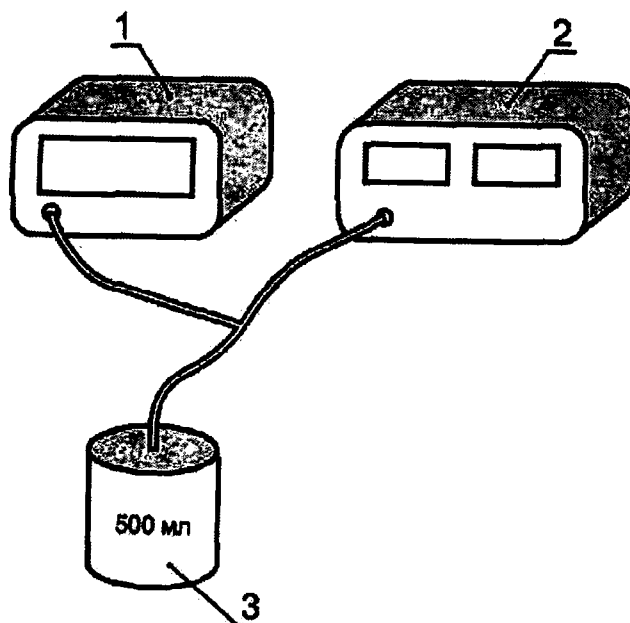

Рисунок 1 – Пневматическая схема для определения диапазона и погрешности измерений давления в манжете
6.4.1.1 Собирают пневматическую схему для испытаний (рис. 1), которая состоит из:
6.4.3.1 Собирают пневматическую схему для испытаний (рис. 1), которая состоит из: